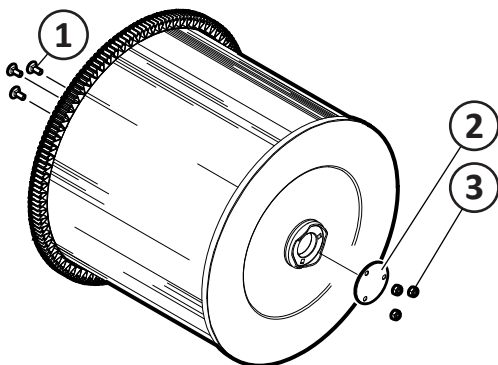
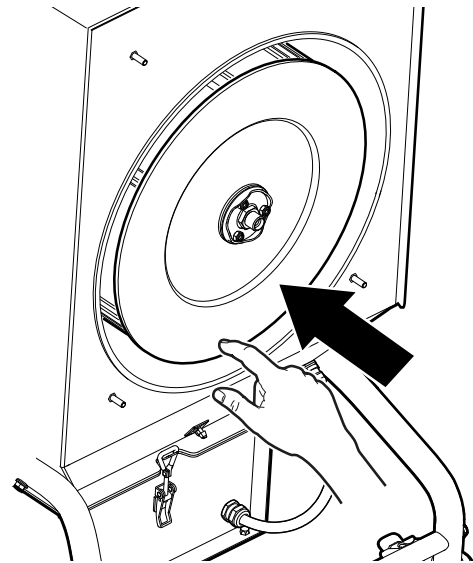
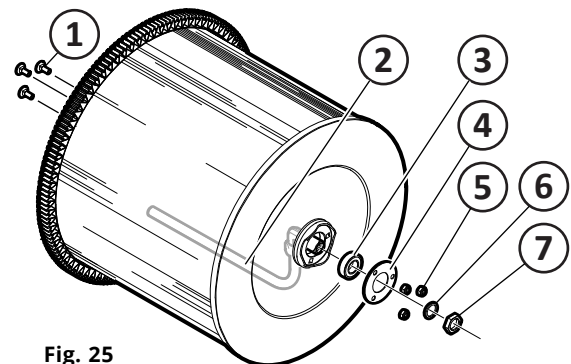

Fig. 23
Fig. 24
Fig. 25
1. Vuelva a colocar los pernos del carro (pos. 1, Fig. 23) dentro del cartucho del filtro.
2. Vuelva a colocar la placa de la cubierta (2) y atorníllela con las tuercas de bloqueo (3).
3. Empuje suavemente el nuevo cartucho del filtro horizontalmente hasta que el engranaje baje desde los cepillos del filtro (Fig. 24).
6. Vuelva a colocar los pernos del carro (pos. 1, Fig. 25) y la boquilla (2) dentro del cartucho del filtro.
7. Monte los cojinetes (3), vuelva a colocar la placa de la cubierta (4) y atorníllela con las tuercas de bloqueo (5).
8. Atornille la boquilla (2) con la arandela (6) y la tuerca (7).
9. Empuje suavemente el nuevo cartucho del filtro horizontalmente hasta que el engranaje baje desde los cepillos del filtro (Fig. 24).